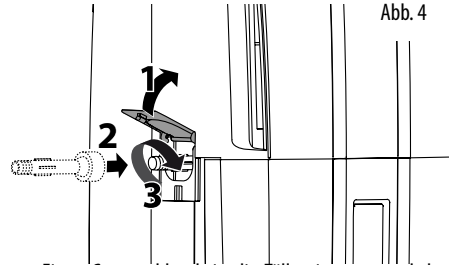

Abb. 4
- Die seitlich am Gerät angebrachte Klappe öffnen und die Tülle an den Anschluss anschrauben, wie in Abbildung 4 gezeigt ist.